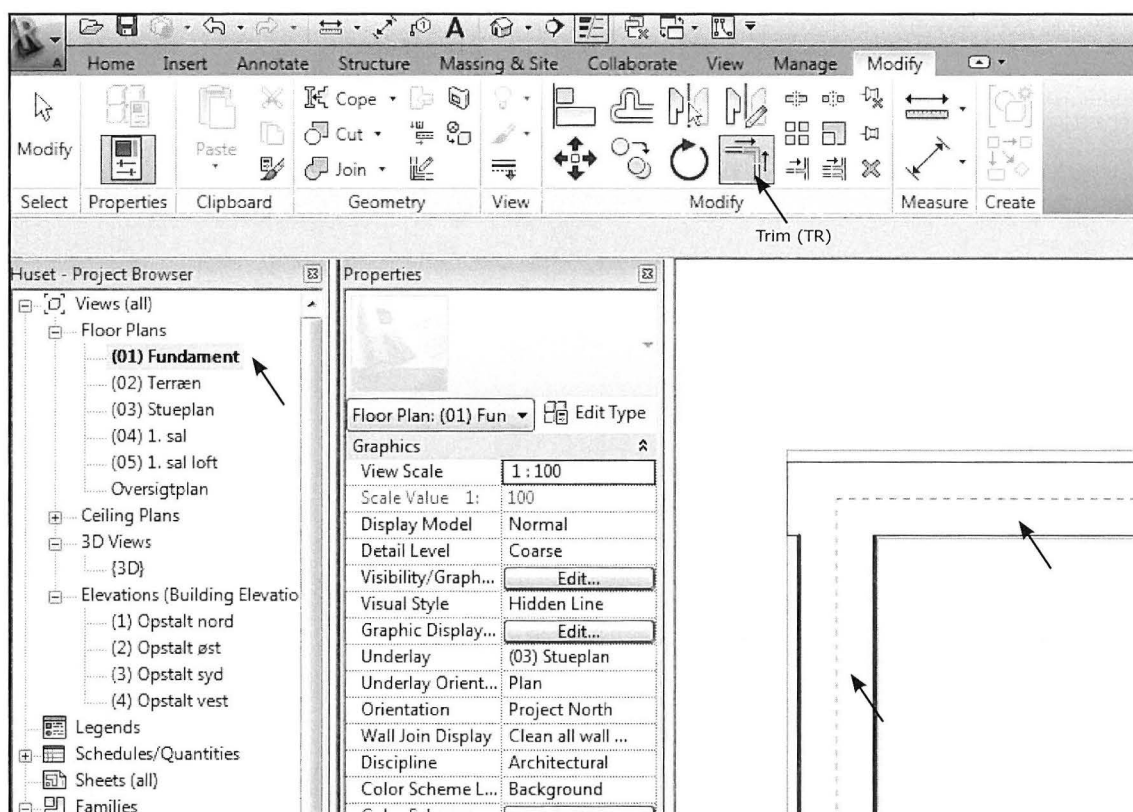

Fig. 06.25. *Trim* fundamentet på Huset.
- Dobbeltklik på (01) Fundament *Level* (Fig. 06.25).
- Klik *Modify - Trim* (Fig. 06.25).
- Klik på de to vægge i fundamentet for at rette samlingen (Fig. 06.25).
- Klik *Modify - Split Element* (Fig. 06.25).